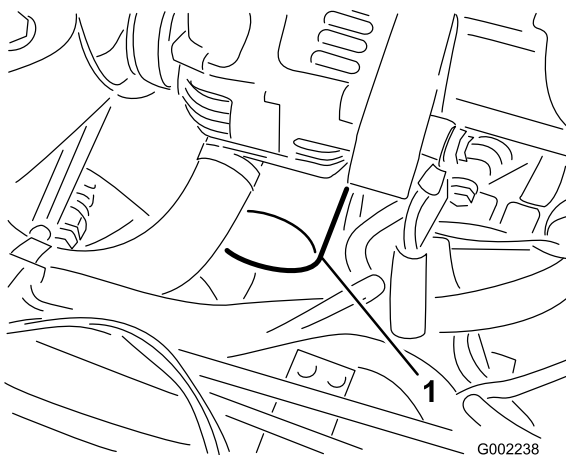

Figura 40
7. Retire o filtro do óleo antigo (Figura 40).
10. Coloque o filtro de substituição no adaptador do filtro. Rode o filtro de óleo no sentido dos ponteiros do relógio até que a junta de borracha toque no adaptador do filtro e, em seguida, aperte o filtro mais 1/2 volta (Figura 40).